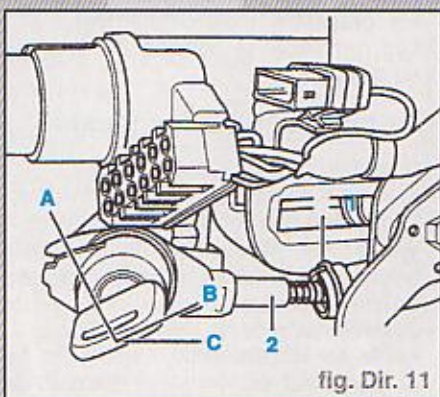

fig. Dir. 11
- Tourner la clé de contact (C) en position "contact mis" position "B" (fig. Dir. 11).
- Enfiler le câble de blocage (2) sur le boîtier d'antivol de direction jusqu'à ce que l'étrier métallique (1) s'enclenche.